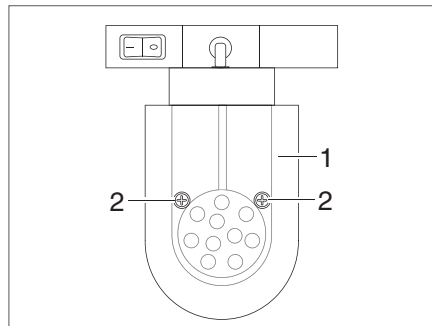

Fig. 178 Spot DEL (coulissant)
- Desserrer les vis de fixation (Fig. 178,2).
- Retirer prudemment le verre de lampe (Fig. 178,1).